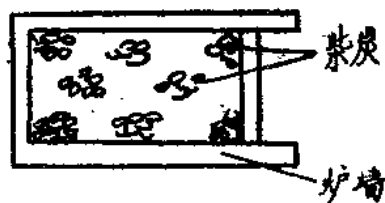

图5 柴炭装爐示意图
① 点火升爐。一切准备工作做好后开始点火。用木柴或木炭在爐外先行烧着后再送入爐內。爐的四周多放，中間少放。放置方法有平鋪和点放两种，經驗証明点放較好，火力集中，又能节省柴炭。其放法是一堆一堆的分放于爐內各方，如图5。